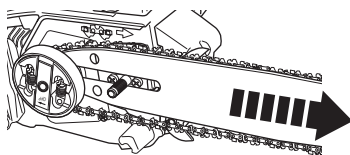

Fig. 7
- > Tendez la chaîne [6] en poussant délicatement le guide-chaîne [7] vers la droite (Fig. 7).